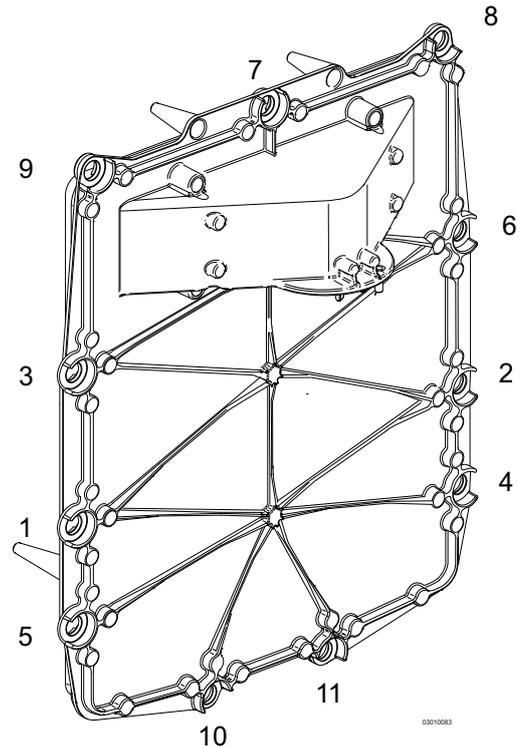

Abb. 76: Reihenfolge für das Anziehen der Pass-Schrauben
- ➔ Ziehen Sie die Pass-Schrauben gem. der in Abb. 76 angegebener Reihenfolge gleichmäßig kreuzweise von Hand an (10-12 Nm).